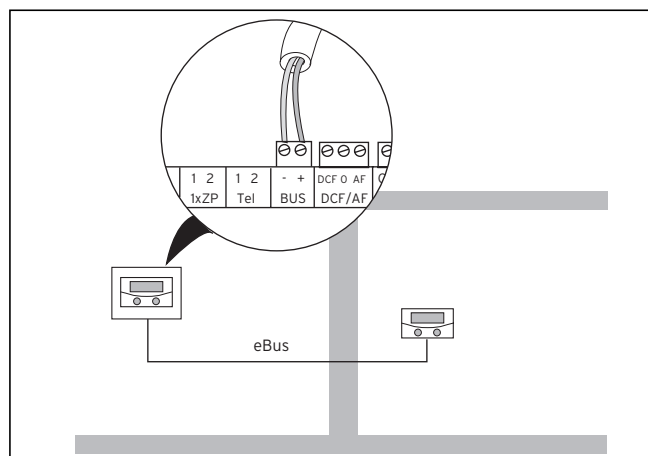

Fig. 4.1 Tilslutning af fjernbetjeningsenhed
- Tilslut tilslutningskablet som vist på fig. 4.1.
- Sæt fjernbetjeningsenheden (1) på vægsoklen, så stikbenene på overdelens bagside passer i holderne (2).